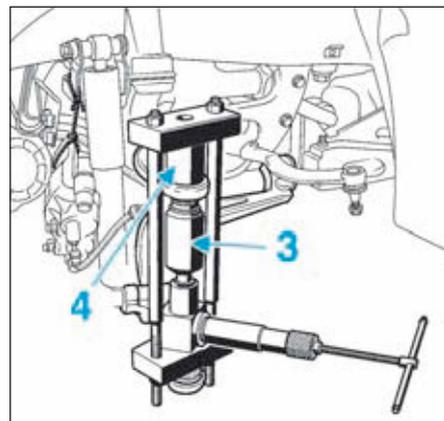

FIG.22
- Reposer la rotule neuve à l'aide de l'outil [2] équipé du cylindre (3) et de la bague (4) (Fig.22).